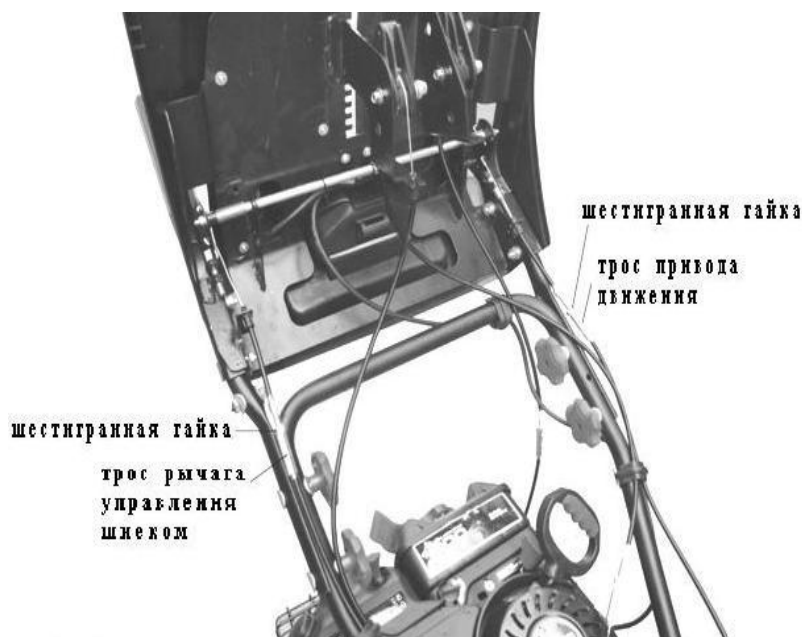

Рисунок 13. Регулировка тросов привода движения и шнека.
5. Если в процессе работы, вращение шнека не постоянно, и сохраняется только при больших оборотах двигателя, это означает, что трос рычага управления шнеком имеет лишний свободный ход. Для этого следует муфту троса повернуть против часовой стрелки, тем самым уменьшая свободный ход. Смотрите Рисунок 13.